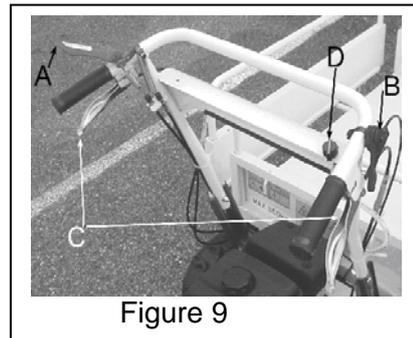

Figure 9
- Appuyer doucement sur le levier de déplacement (figure 9 A)